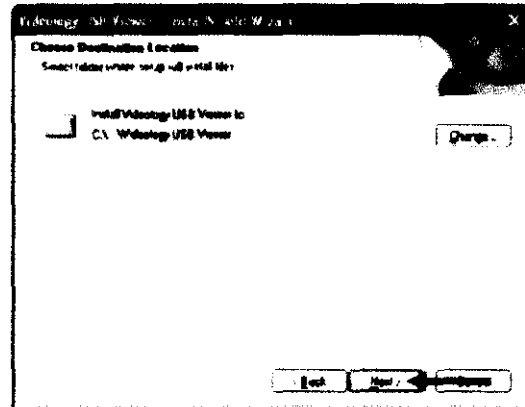

Figura 12
10. Haga clic en el botón "Next" señalado con una flecha (véase la Figura 12).